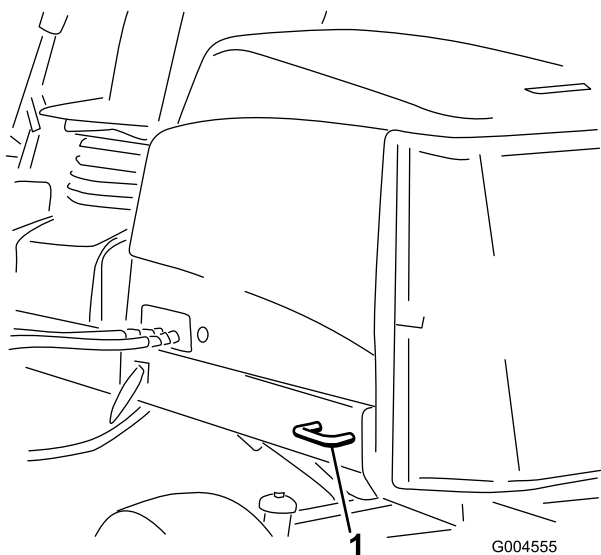

Figure 25
- **Arrière de la machine** – chaque côté de la machine sur le cadre arrière (Figure 25)